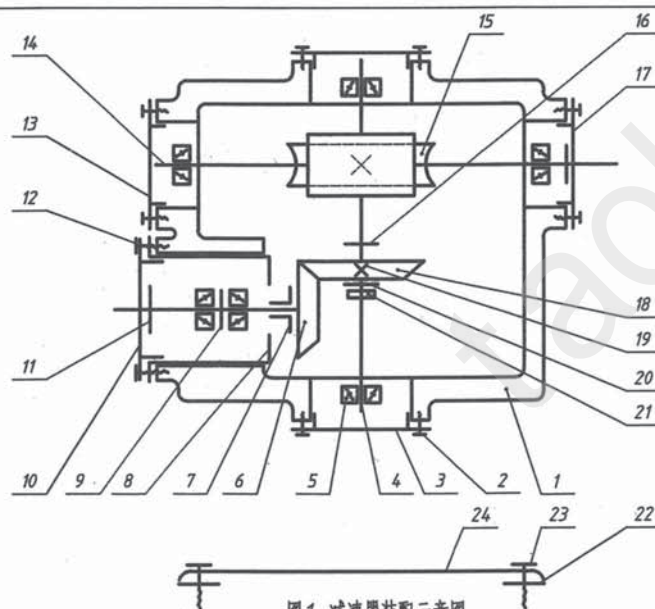

图1 减速器装配示意图
- 1、创建各零件的三维模型及根据装配关系设计零件1箱体和零件22垫片（厚度为0.5）的三维模型（100分）。 2、将所建模型按装配示意图（如图1所示）进行组装（14分）。（零件种类数量少于11种不得分）